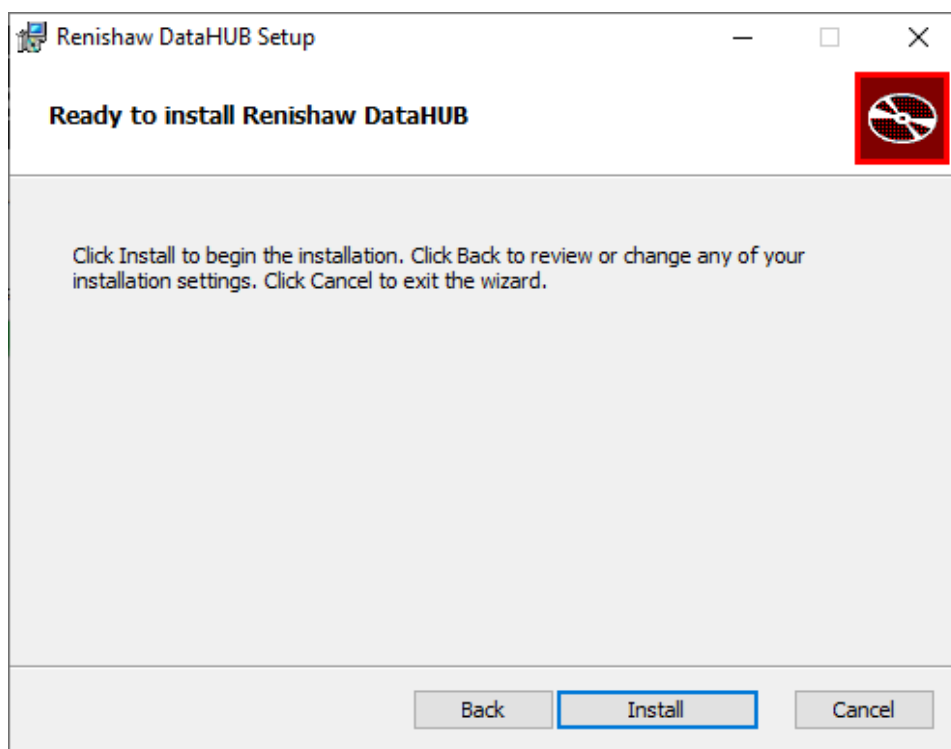

Figure 23 Installation de DataHUB
11. Cliquez sur **Next** (Suivant), puis sur **Install** (Installer) (voir la Figure 23).